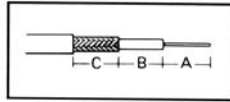
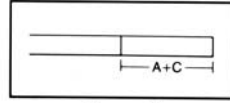

Figure 13
Figure 14
A. Wenn die gewünschte Abisolierlänge der in Abb. 13 gezeigten entspricht, wählen Sie die Zweistufige Kassette, die zu Ihrem Maß "C" paßt. **Markieren Sie auf dem Kabel** die Länge A+C vom Ende des Kabels aus (Abb. 14).